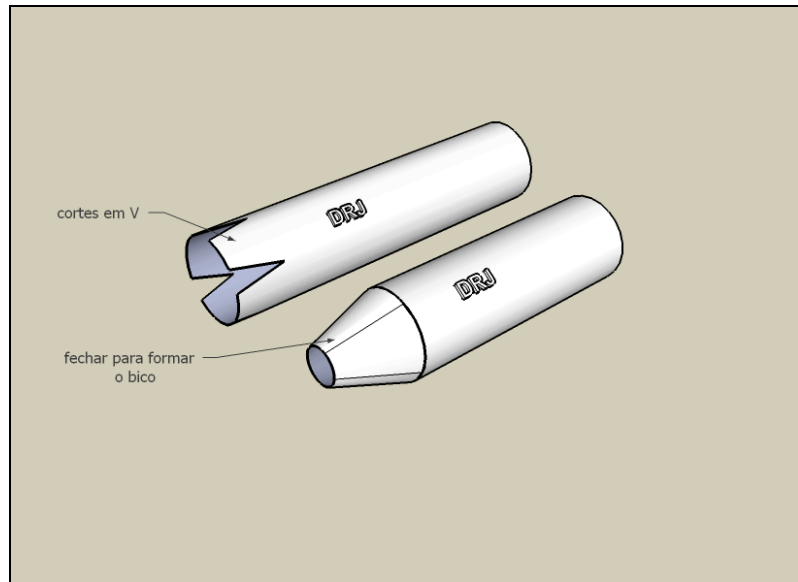

fig 8
- 1- No cano metálico que será usado como bico do maçarico (queimador), fazer 4 cortes como mostra na fig 8.